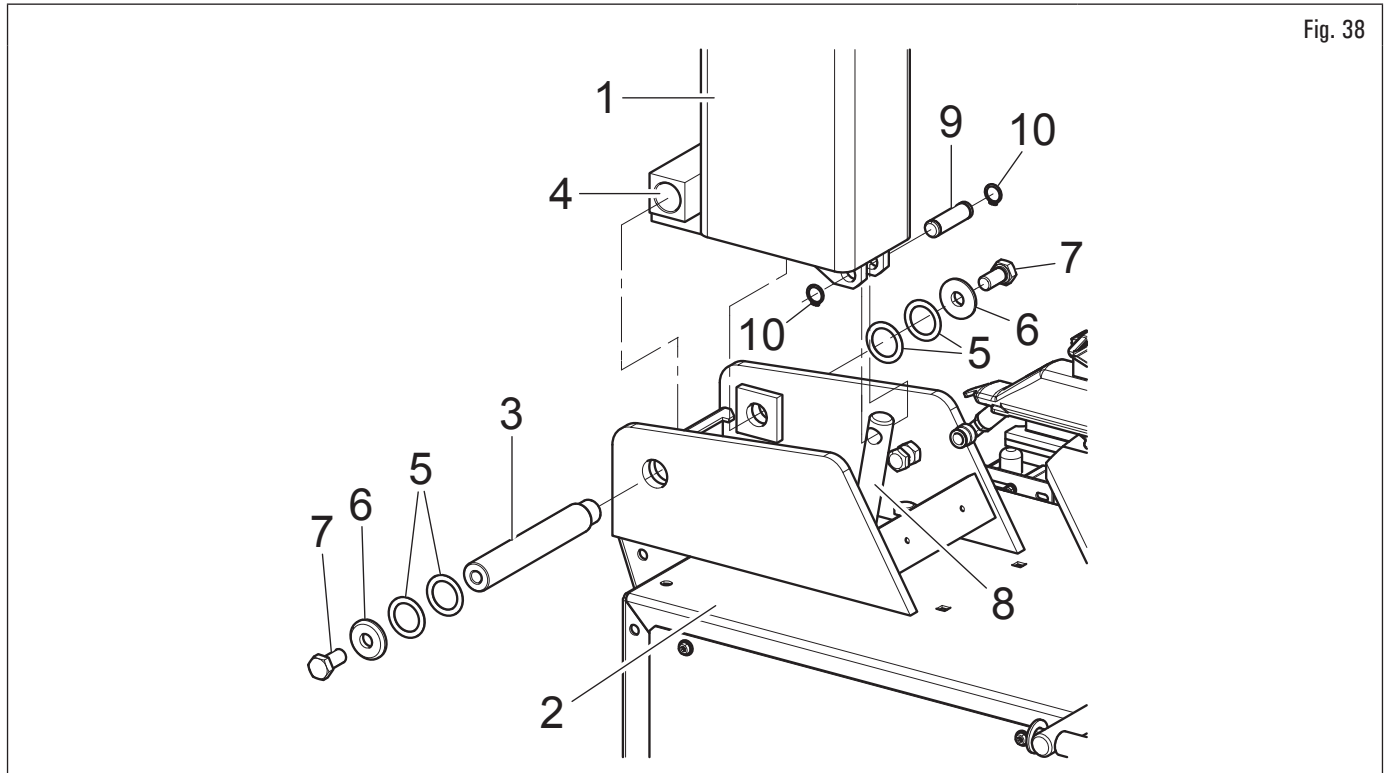

Fig. 38
2. liberare il palo verticale (Fig. 38 rif. 1) dall'imballo e appoggiarlo sul basamento in posizione verticale;
3. montare il palo (Fig. 38 rif. 1) sul basamento (Fig. 38 rif. 2) inserendo il perno (Fig. 38 rif. 3) nell'apposito foro (Fig. 38 rif. 4) e bloccandolo con le rondelle (Fig. 38 rif. 5), i distanziali (Fig. 38 rif. 6) e le viti (Fig. 38 rif. 7). Fissare lo stelo del cilindro (Fig. 38 rif. 8) di comando ribaltamento palo utilizzando il perno (Fig. 38 rif. 9) ed i seeger (Fig. 38 rif. 10);